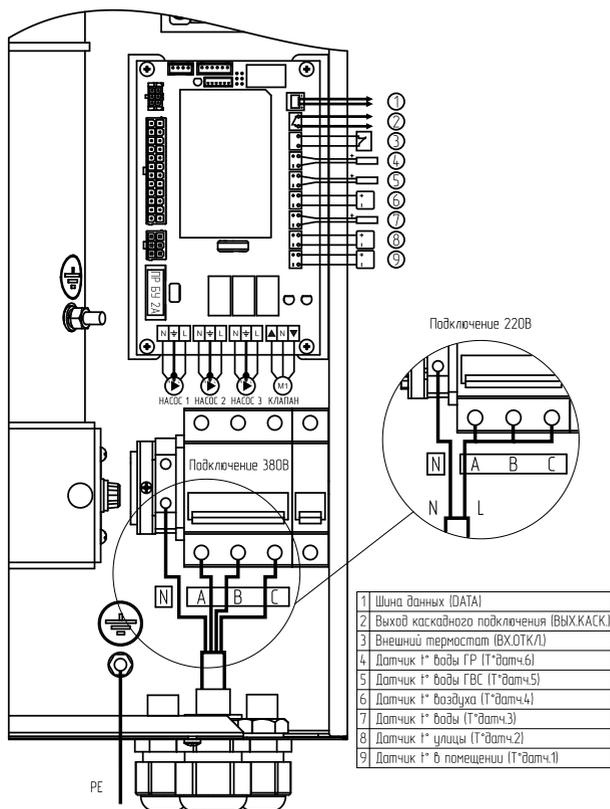

Рис.3 Схема подключения электроводонагревателя
Схема присоединения электроводонагревателя к питающей сети, датчикам температуры, циркуляционному насосу и клапану приведена на Рис.3.
А, В, С вводного автомата. Защитный нулевой провод (РЕ) подключить на болт «ЗАЗЕМЛЕНИЕ» (см. Рис.3);
- При питании электроводонагревателя от однофазной сети переменного тока 220 В, 50 Гц присоединить рабочий нулевой провод на клемму нейтраль (N) электроводонагревателя, а фазный на клеммы А, В, С вводного автомата, защитный нулевой провод (РЕ) должен подключаться к клемме «ЗАЗЕМЛЕНИЕ» (см. Рис.3). Для соединения клемм А, В, С вводного автомата в комплекте имеется специальная перемычка (только для ZOTA «Solid»-4,5; ZOTA «Solid»-6; ZOTA «Solid»-7,5; ZOTA «Solid»-9), которая устанавливается на вводных клеммах автомата (см. Рис.3);
- Присоединить датчики температуры воздуха помещения (tдатч1) и на улице (tдатч2) к колодкам на блоке управления, проводом с сечением не менее 0,5 кв.мм и длиной до 20 м как показано на Рис.3. Необходимо строго соблюдать полярность, обозначенную на схеме при подключении датчиков температуры. Маркировка проводов датчиков температуры воздуха: красный (+), синий (-).
- Присоединить провода (L,N,заземление) от насосов к соответствующим контактам на клеммной колодке котла как показано на Рис.3. Мощность, потребляемая каждым насосом не должна превышать 200 Вт.
- При необходимости присоединить провода (откр_общ_закр) от двигателя трехходового смешивающего клапана к соответствующим контактам на клеммной колодке котла как показано на Рис.3. Мощность двигателя привода не должна превышать 20 Вт при напряжении ~220 В.